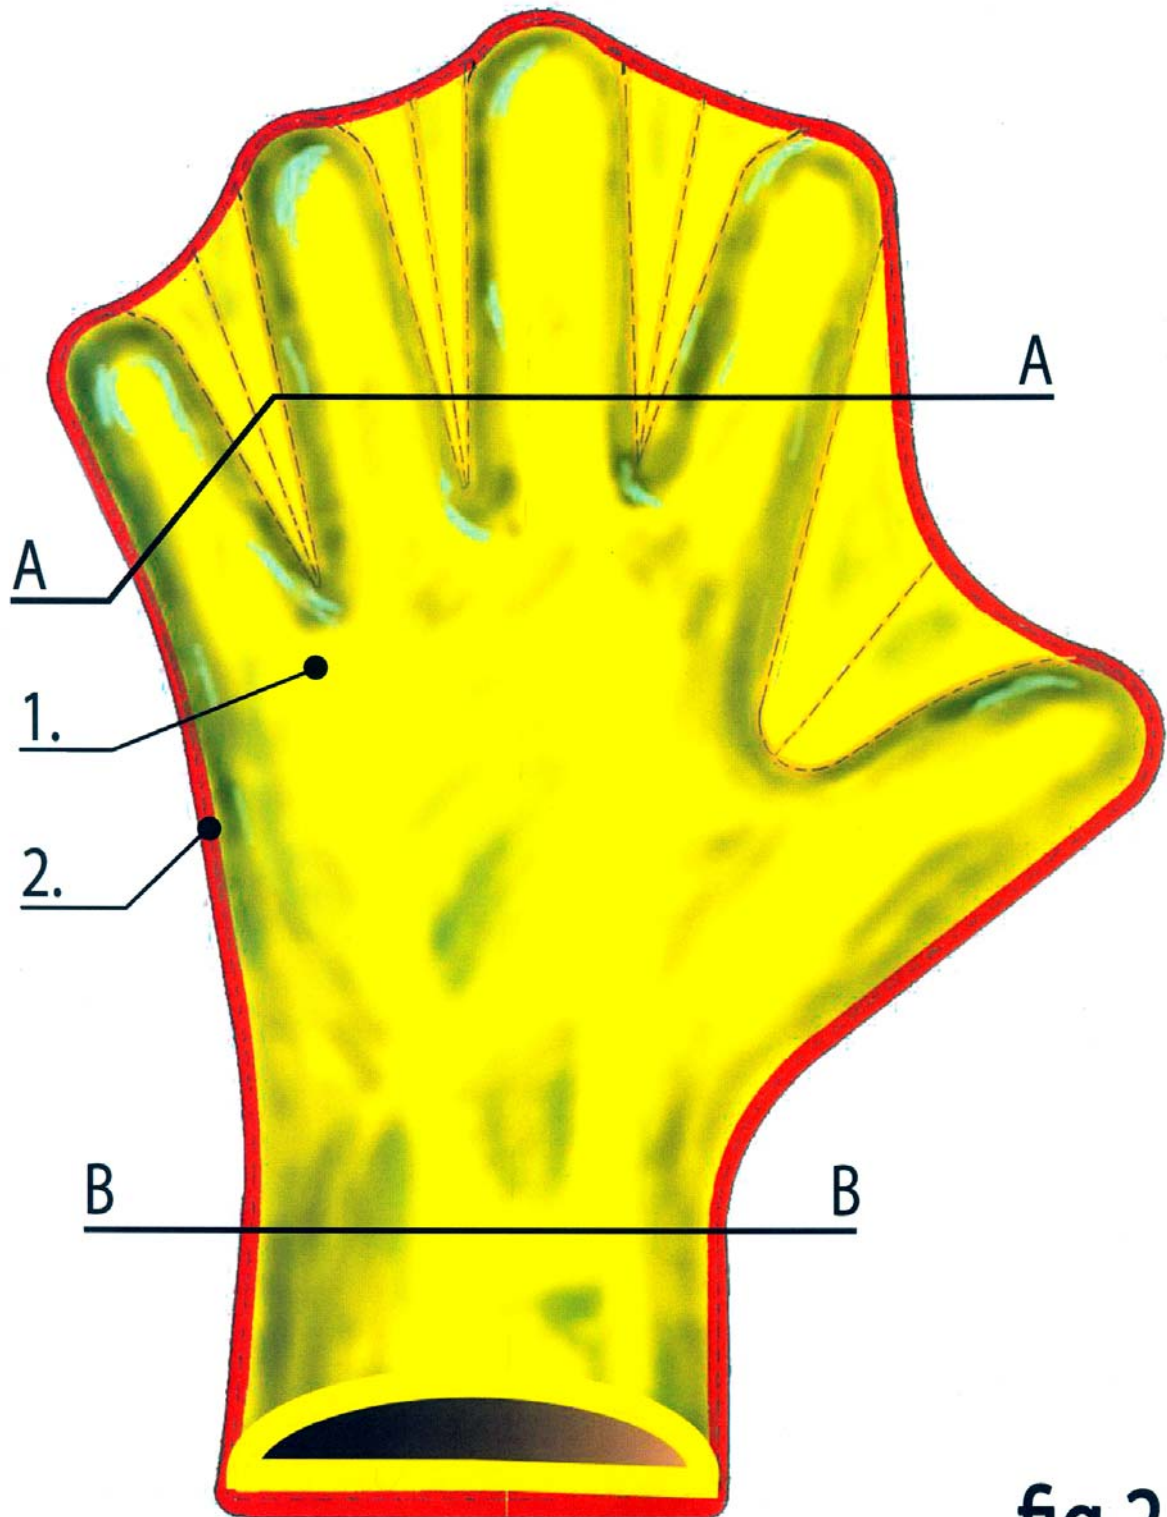

fig.2
- **fig. 2:** przedstawia rzut rękawicy w widoku z góry